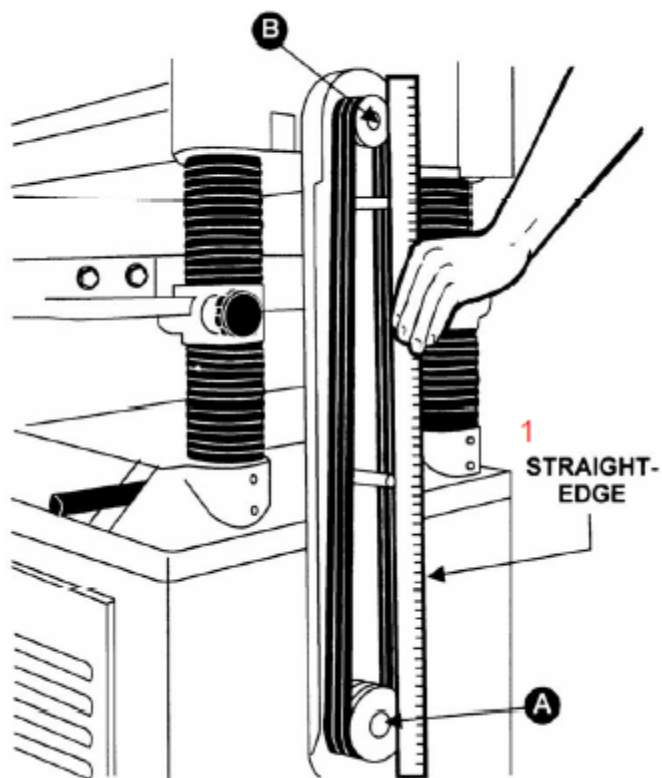
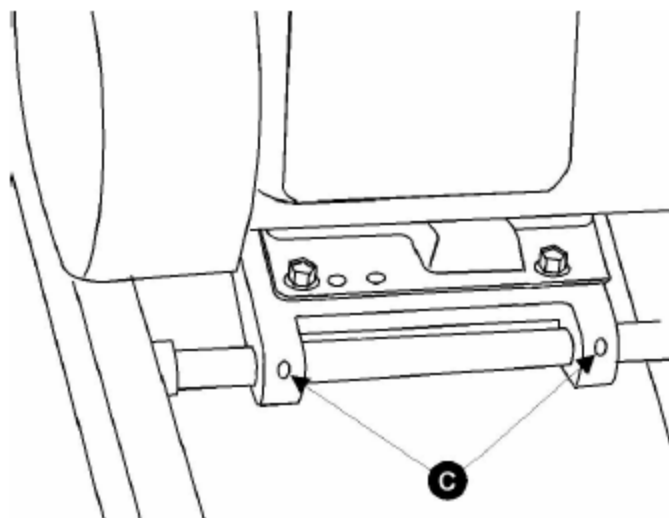

Рис. 8: 1 – поверочная линейка
Рис. 9
1. С помощью поверочной линейки совместить шкив двигателя (рис. 8, А) со шкивом режущего вала (рис. 8, В). Для регулировки плиту двигателя можно перемещать, ослабив установочные винты (рис. 9, С) на плите двигателя.